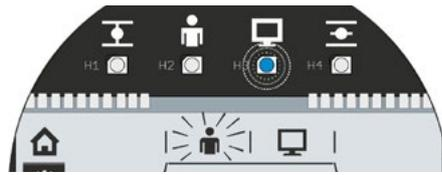

Рис. 2: Выбрано переключение на местный режим
1. Выберите местный режим: поверните кнопку Drive Controller влево. Появится мигающий знак ‚Местный режим‘ (рис. 2).